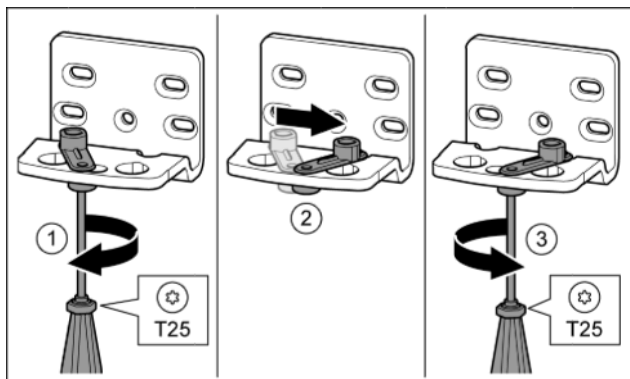

Fig. 11
- ▶ Schroef met de schroevendraaier T25 los draaien. Fig. 11 (1)
- ▶ Deursluit hulp optillen en 90° naar rechts in de opening draaien. Fig. 11 (2)
- ▶ Schroef met schroevendraaier T25 vastschroeven. Fig. 11 (3)